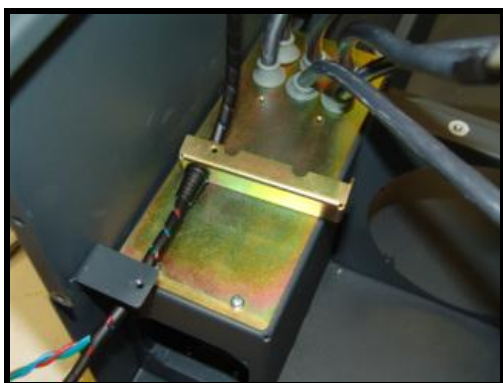

Figura 7.3.23
- 7) Retirar los 2 tornillos (**M4x8** DIN-7895H) que sujetan al chasis la pletina de fijación de cable de ventiladores (ver figura 7.3.23).
- 3) Fijamos la pletina de fijación de cables de ventilador con sus 2 tornillos (**M4x8** DIN-7895H). Ver figura 7.3.23.